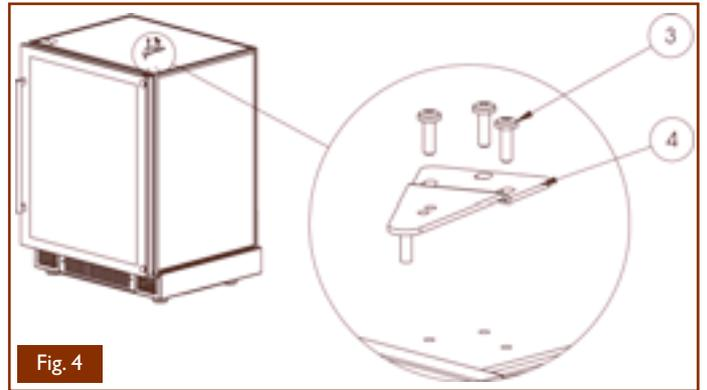

Fig. 4
- Montez la charnière avec axe (4) à l'aide des vis (3) de façon à ce que la porte soit bien parallèle au coffre (Fig. 4).